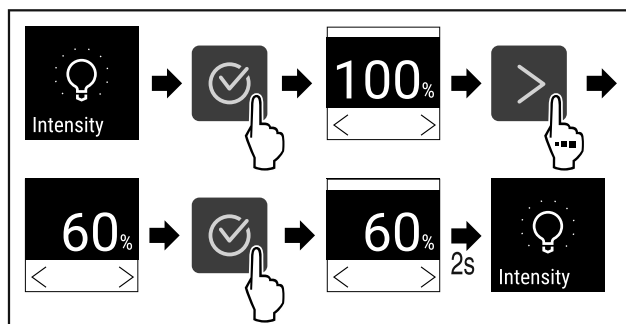

Fig. 89
- ▶ Выполните шаги действия (см. Fig. 89).